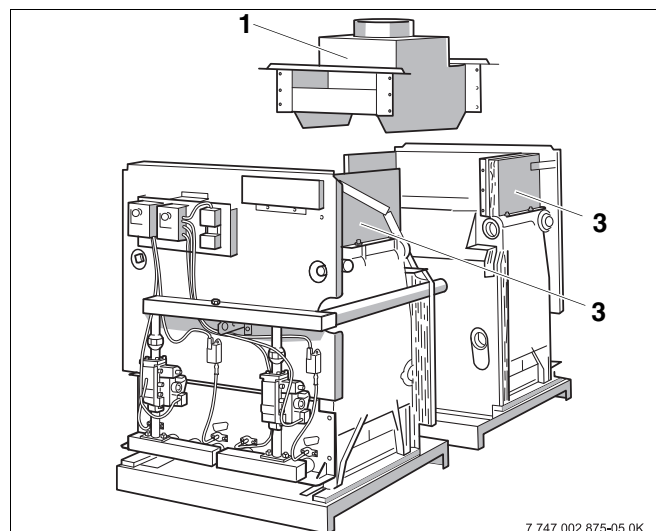

Рис. 8 Монтаж сборного канала на установке с двумя котлами
- Снимите крышки для чистки с коллекторов дымовых газов (Рис. 8, поз. 3) на двух котлах.
- Вставьте сборный канал (Рис. 8, поз. 1) сверху между двумя коллекторами (Рис. 8, поз. 3).
- Закрепите сборный канал (Рис. 8, поз. 1) винтами.